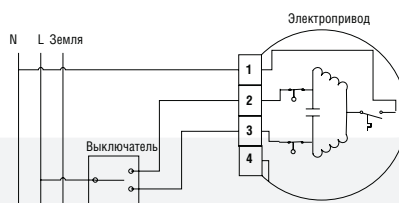

Рис. 3. Подключение выключателя.
### ЭЛЕКТРИЧЕСКОЕ ПОДКЛЮЧЕНИЕ (Рис. 3).
**ВНИМАНИЕ:** Питающее напряжение должно подаваться через блок защиты от перегрузок и короткого замыкания. Подключение привода RollHan должно быть выполнено по схеме (Рис. 3), квалифицированным персоналом и с соблюдением техники безопасности.